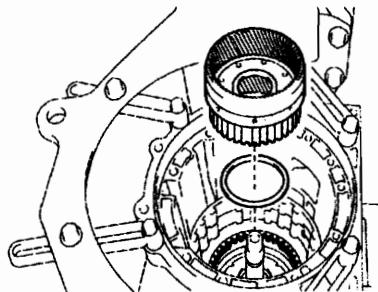
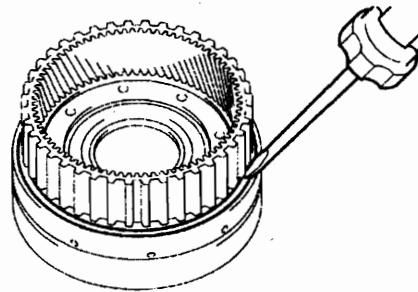

图 12-1-35
图 12-1-36
(42) 如图 12-1-35 所示，从变速器壳上拆下前行星齿轮齿圈和轴承。
(43) 拆下中央行星齿圈。
①如图 12-1-36 所示，用螺丝刀拆下卡环。